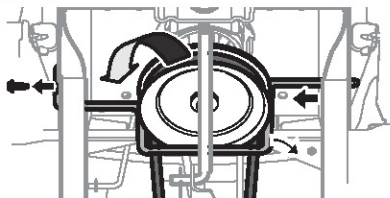

Figura 38
4. Para **elevare** el frente de la plataforma, afloje la tuerca exterior y luego apriete (rosca hacia adentro) la tuerca contra el soporte de suspensión delantera. Consulte la Figura 38. Cuando se logre el torque correcto, vuelva a apretar la tuerca exterior hasta 25-30 pies-libras (34-40.7 N-m).
5. Para **bajar** el frente de la plataforma, afloje la tuerca exterior y luego afloje (rosca hacia afuera) la tuerca interior, alejándola del soporte de suspensión delantera. Consulte la Figura 38. Cuando se logre el ajuste correcto, vuelva a apretar la tuerca exterior.
5. Saque el tornillo hexagonal que asegura la varilla guardapoleas del motor al bastidor. Consulte la Figura 38.